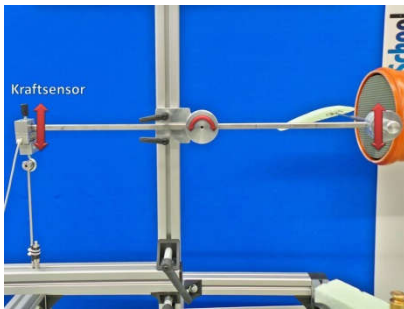

Abb. 5: Die Auftriebswaage
Wie wir vorhin gesehen haben, erfährt das Flügelprofil durch das Anströmen eine (positive oder negative) Auftriebskraft. Diese Kraft können wir in der Auftriebswaage mit Hilfe eines empfindlichen Kraftsensors messen (Abb. 5). Die Auftriebskraft wird am Computer in Newton (N) angezeigt.